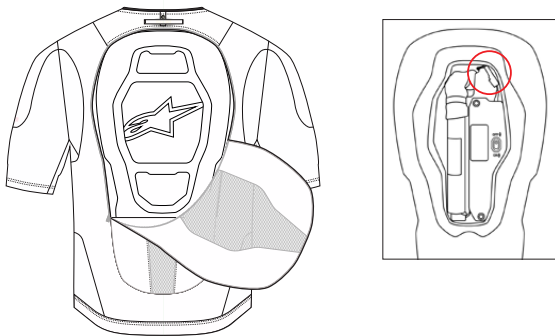

图 23：断开 LED 显示屏 (3) 的连接
1. 断开 LED 显示屏 (3) 的连接 - 首先，将系统放置在平坦的表面上，最好放在工作台或桌子上方，系统正面朝下。打开系统背面的拉链，即可接触到后保护装置 (4)。打开背部保护装置 (4) 上带有魔术贴的背盖，断开 LED 显示屏 (3) 的连接器，如图 23 所示。